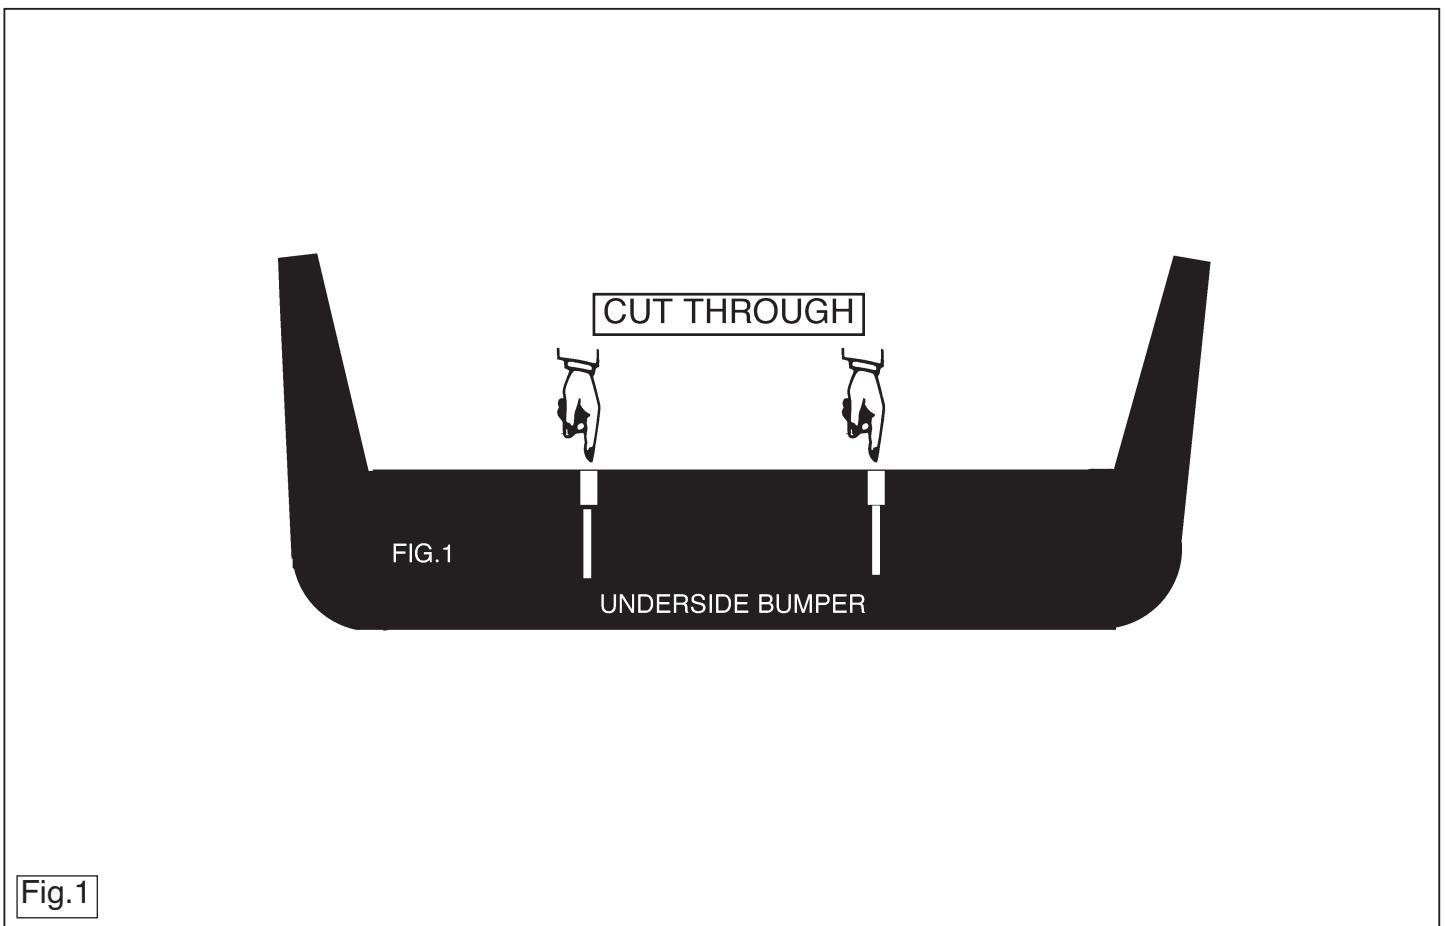

Fig.1
4. Knip de sleuven aan de onderzijde van de bumper (overeenkomstig fig.1) los en druk de flap naar boven. Verwijder de laatste bout inclusief vulstrip van de rechterbrandstoftank bevestiging.
4. Cut out the slots on the underside of the bumper (as shown in fig. 1) and push the flap upwards. Remove the last bolt with spacer strip from the right fuel tank mount.
4. Die Schlitze an der Unterseite der Stoßstange (laut Fig. 1) losschneiden und die Klappe nach oben drücken. Die hintere Schraube inkl. Füllstreifen von der rechten Kraftstofftank-seitenbefestigung lösen.
4. Découper les fentes du dessous du pare-chocs (conformément à la fig. 1) et rabattre le rabat vers le haut. Enlever le dernier boulon, bande de calage incluse, de la fixation du réservoir de carburant droit.
4. Klip rillerne på undersiden af kotangere (se fig. 1) og tryk hjørnet opad. Fjern den yderste bolt inklusiv udfyldningsbåndet fra beslaget på den højre benzintank.
4. Lossa rännorna på kotangere (se fig. 1) och tryck käfterna uppåt. Avlägsna den bakersta bullen inklusive fyllnadsremsa från bränsletankens högra fästordning.
4. Tagliare le scanalature nella parte inferiore del paraurti (come indicato in fig. 1) e piegare in su l'ala. Rimuovere l'ultimo bullone, compresa la striscia di riempimento del fermo del serbatoio destro.